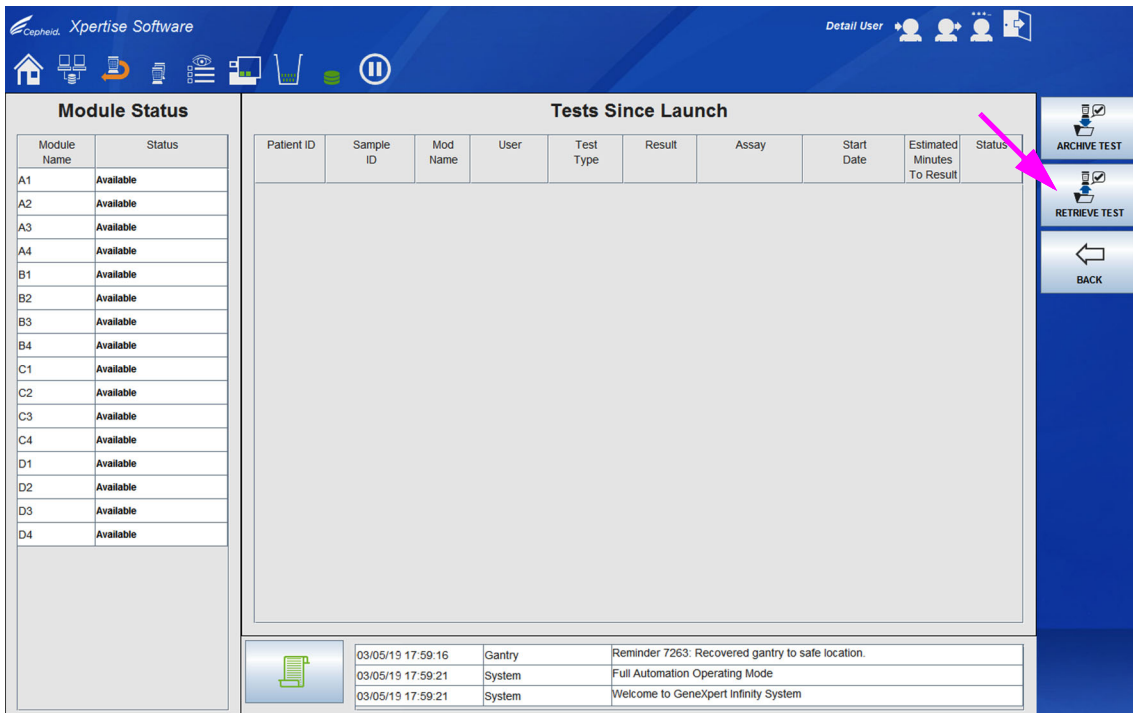
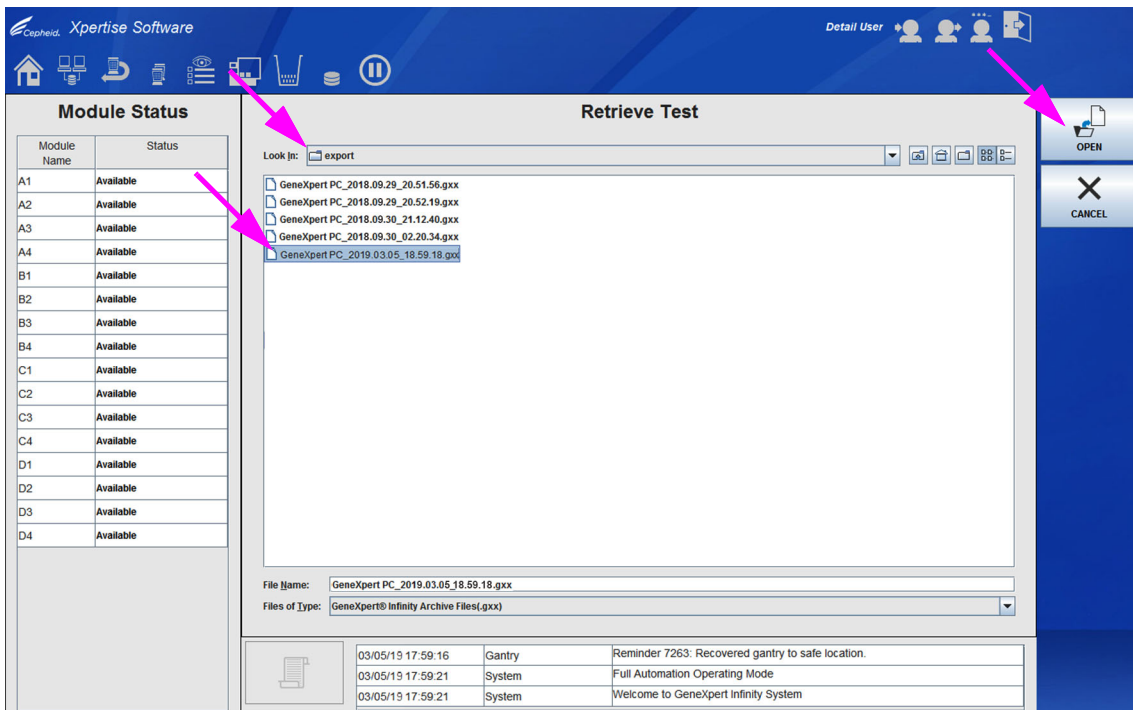
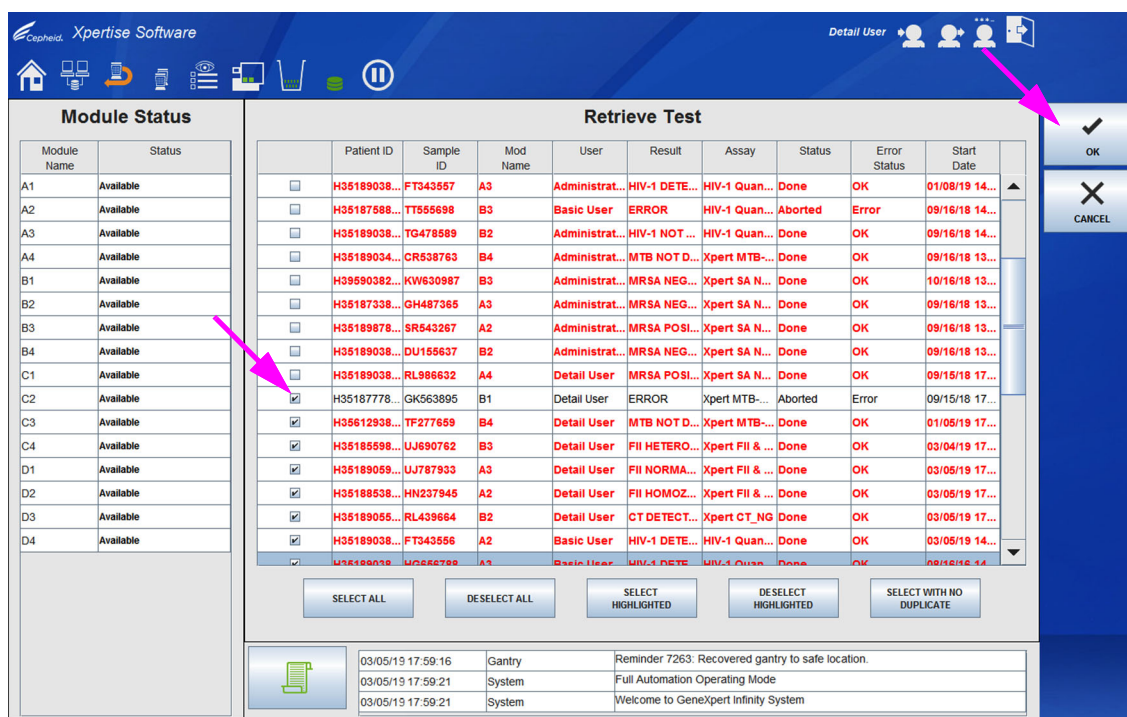
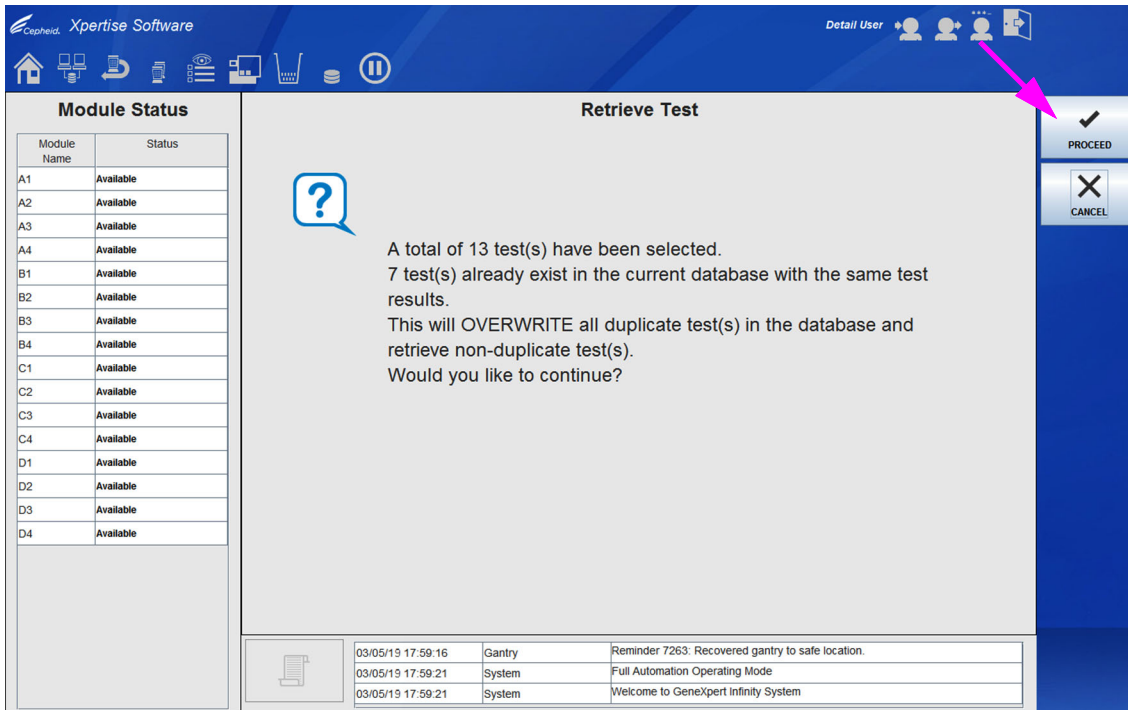

图 5-139. 数据管理菜单
图 5-140. 显示一系列先前存档文件的检索测试 (Retrieve Test) 工作区
图 5-141. 显示待选择测试的检索测试 (Retrieve Test) 工作区
图 5-142. 检索测试 (Retrieve Test) 工作区确认
1. 在数据管理菜单中，选择**检索测试 (RETRIEVE TEST)** 按钮（请参见图 5-139）。出现检索测试 (Retrieve Test) 工作区，显示一系列先前存档的文件。请参见图 5-140。
2. 使用**查找位置: (Look In:)** 下拉框查找并选择用于存储存档文件 (.gxx) 的文件夹。默认文件夹是 Xpertise 软件的导出文件夹。请参见图 5-140。
3. 选择文件并选择**打开 (OPEN)** 按钮 (请参见图 5-140)。显示该存档文件中的测试列表。如果存档文件中的任何测试在数据库上已存在, 这些测试将以红色文字显示。请参见图 5-141。
4. 选择想检索的每个测试旁边的复选框。请参见图 5-141。可以逐一选择单个测试, 或在检索测试 (Retrieve Test) 工作区底部选择以下任意一个按钮, 从而选择一组测试:
5. 选择**确定 (OK)** 按钮（请参见图 5-141）。显示确认消息。请参见图 5-142。